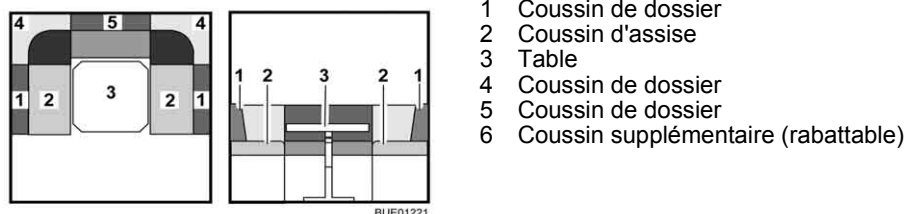

Fig. 98 Avant la transformation
- Convertir la table (Fig. 98,3) en sommier de lit (voir paragraphe 6.12).